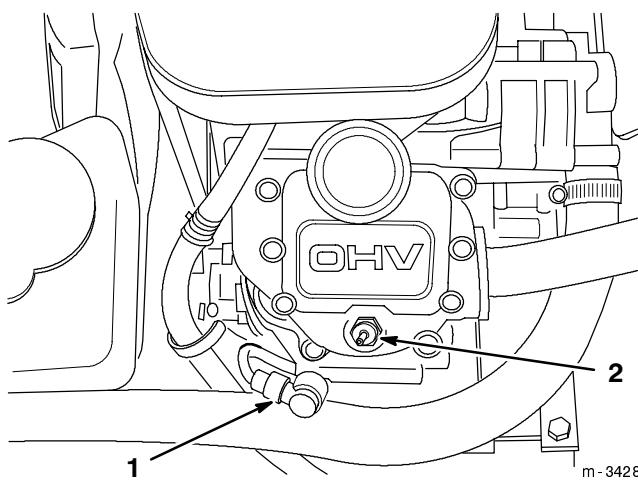

Abbildung 31
3. Den Draht von der Zündkerze abziehen (Abb. 31). Dann den Bereich um die Kerze herum reinigen, um zu verhindern, dass Schmutz in den Motor gelangen und möglicherweise Schaden verursachen kann.
- Das/die Kabel auf die Zündkerze(n) stecken (Abb. 31).